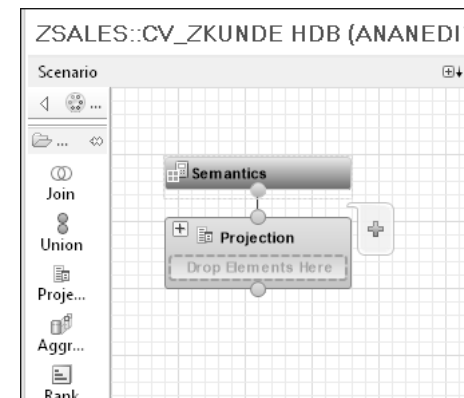

Abbildung 3.26 Klicken Sie auf Pluszeichen.
1. Klicken Sie auf das Pluszeichen neben dem Projektionsknoten, das Ihnen wie in Abbildung 3.26 gezeigt wird, wenn Sie den Mauszeiger über den Projektionsknoten bewegen.